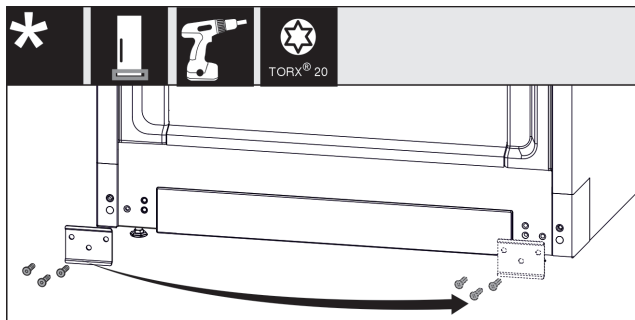

Fig. 13
- Kruvige plekk maha, paigutage teisele küljele ümber ja kruvige taas külge. Fig. 13 (1)